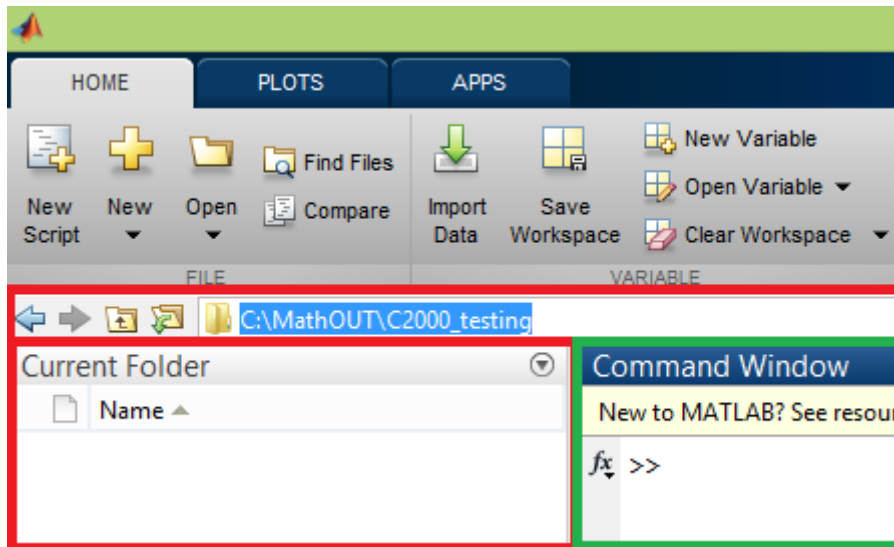

Fig. 22 – Mediul Matlab
- Pentru a realiza această etapă, un prim pas imperios necesar, va fi lansarea în execuție CU DREPTURI ADMINISTRATIVE, mediul Matlab – Simulink versiunea 2015b. (Pentru a executa cu drepturi administrative o aplicație în sistemul de operare Windows, este suficient dacă se efectuează comanda click dreapta pe pictograma programului, iar din meniul deschis se alege opțiunea „Run as administrator”). În urma lansării în execuție a mediului Matlab, va apărea fereastra de bază a aplicației, în care este conținută și consola de comandă (fig. 22 - marcaj verde). Înainte de a furniza orice comandă în consola de comandă Matlab, se va stabili un director pentru spațiul de lucru, utilizând bara și fereastra de navigație (fig. 22 - marcaj roșu).